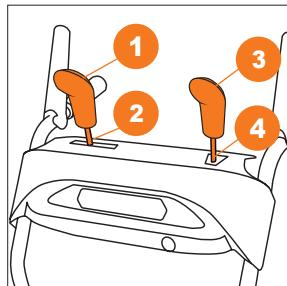

Рис. 13
- Накрутите рукоятки ① ③ рычагов управления на соответствующие штанги ② ④ (Рис. 13).